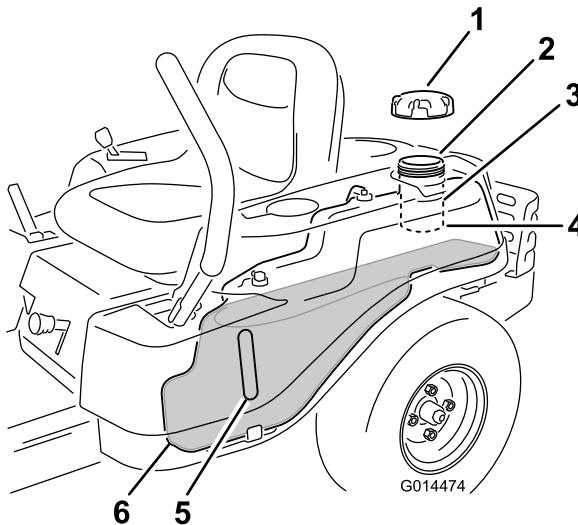

Figura 9
- Nota:** Puede utilizar la mirilla de combustible para verificar la presencia de gasolina antes de llenar el depósito (Figura 9).
2. **Añada gasolina sin plomo lentamente**Figura 9 hasta que el combustible llegue a la base del cuello de llenado () .